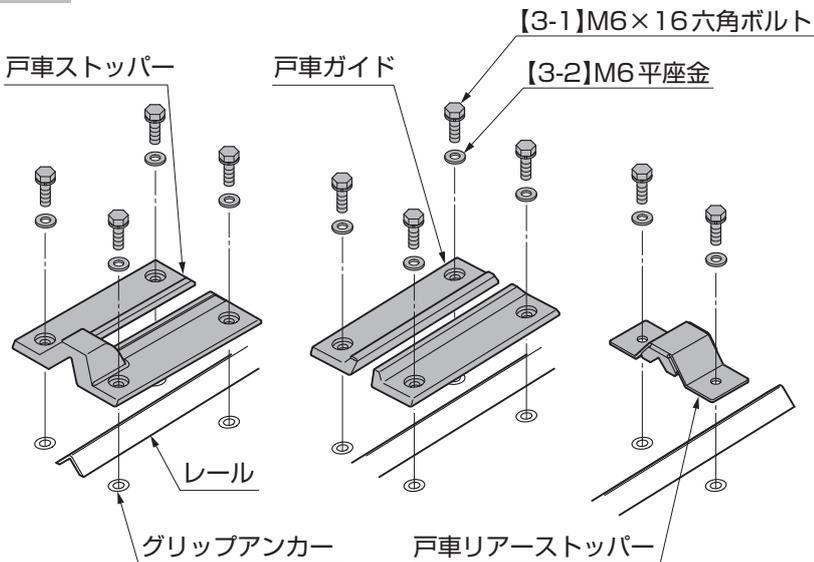

図9-7
- ①戸車ストッパー、戸車ガイド、戸車リアストッパーを[3-1]、[3-2]で固定してください。(図9-7参照)